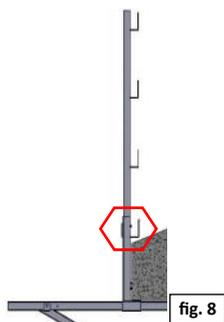

fig. 8
- Procedere con l'inserimento dell'asta verticale all'interno della propria sede e far scorrere il tutto fino alla posizione più vicina possibile al manufatto o contro le tavole per il camminamento nel caso si sia usato il montante per formare una passerella; avvitare quindi le viti ad aletta M10 x 20 in dotazione, fino a bloccare lo scorrimento della prolunga (fig. 8 a pag. 9);
- Posizionare la staffa ad "L" inferiore scorrevole aderente alla superficie di lavoro o comunque nella posizione più bassa possibile e quindi bloccarla, facendo scorrere la vite in dotazione verso il basso all'interno dell'asola; una volta inserita la tavola fermapiede essa dovrà essere distante dal piano di lavoro non più di 20 mm (fig. 8 a pag. 9);
- Completare il montaggio del sistema di protezione provvisorio, inserendo negli appositi sostegni, le tavole in legno di abete o di altra essenza (classe minima di resistenza C16 – UNI EN 338), o con altri profili metallici in grado di resistere ai carichi richiesti dalla normativa UNI EN 13374 : 2013 (fig. 8 a pag. 9);
- Le tavole (fig. 8) o i profili utilizzati devono essere integri sotto l'aspetto della resistenza e la loro lunghezza minima deve essere superiore di almeno 400 mm a tre campate. (esempio: 1200 mm + 1200 mm + 1200 mm + 200 mm = 4000 mm);